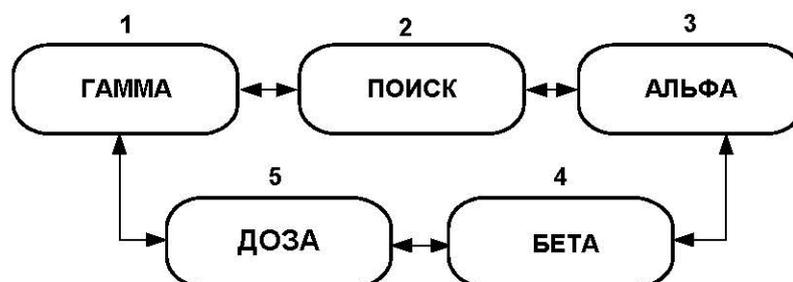

Рис. 3. Схема переключения режимов работы прибора
1.5.2 Выбор режимов работы прибора осуществляется кратковременным нажатием (менее 1 с) кнопки или . Режимы меняются циклически согласно схеме, представленной на Рис. 3.